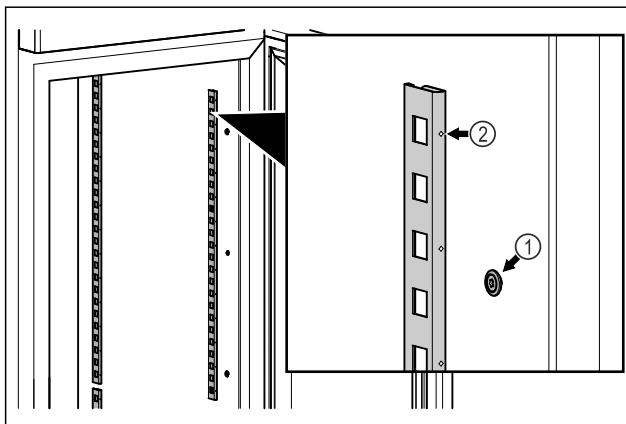

Fig. 81 Примерное изображение
- Навесьте фиксатор на крепление Fig. 81 (1). Отметка Fig. 81 (2) должна располагаться спереди.